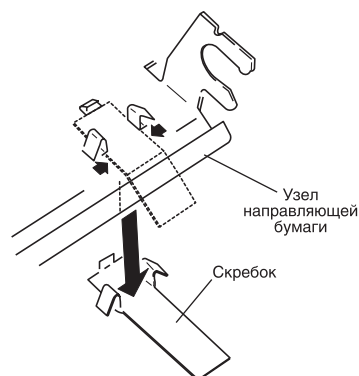

Рис. 17. Снятие скребка нижнего прижимного ролика
3. Сожмите хвостовик скребка в направлении стрелок и снимите его с узла направляющей бумаги (рис. 17).